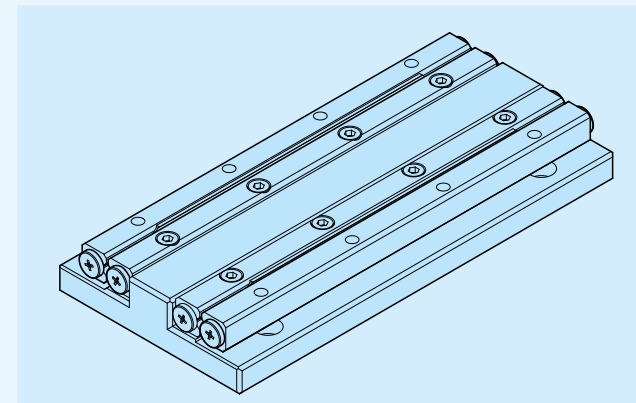

Fig. 20
- Posicione a guia da mesa aproximadamente na posição central do curso. (Referir-se à Fig. 20)